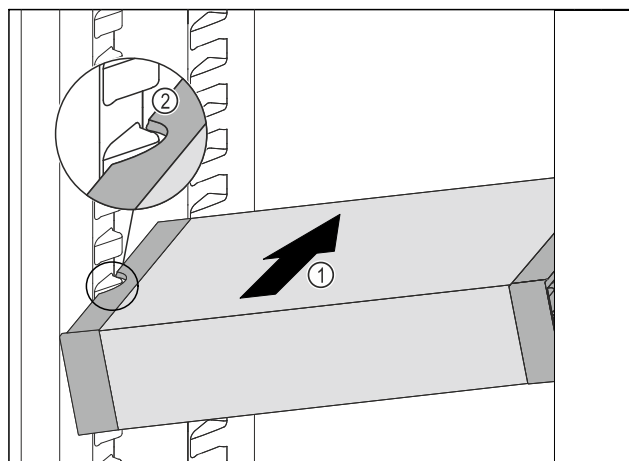

Fig. 83
- ▶ VarioSafe wsunąć ukośnie do chłodziarki Fig. 83 (1), aż boczne wycięcia Fig. 83 (2) VarioSafe będą się znajdować na wysokości żeber pojemnika w chłodziarce.